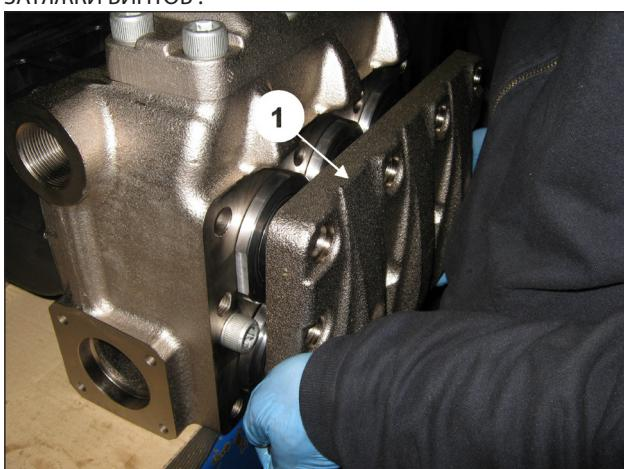
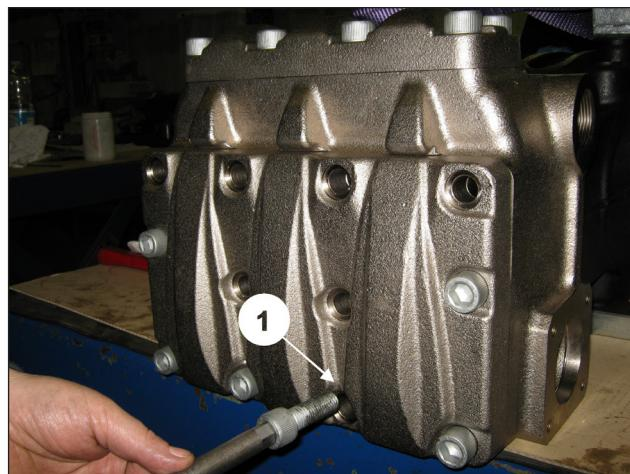

Рис. 140
Рис. 141
После завершения сборки групп клапанов всасывания и втулок с уплотнениями, установите крышку впускных клапанов (поз. ①, Рис. 140) и затяните 6 винтов M16x45 (поз. ①, Рис. 141), как указано в разделе 3 "МОМЕНТЫ ЗАТЯЖКИ ВИНТОВ".